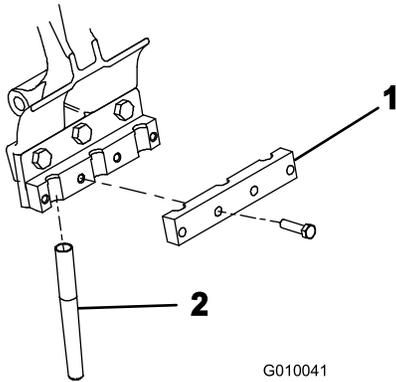

Bild 24
5. Befestigen Sie eine Tinesklammer mit vier Schrauben ($\frac{3}{8}$ " x $1\frac{1}{2}$ "") lose an jedem Tines-Halter (Bild 24). Ziehen Sie die Schrauben nicht fest.